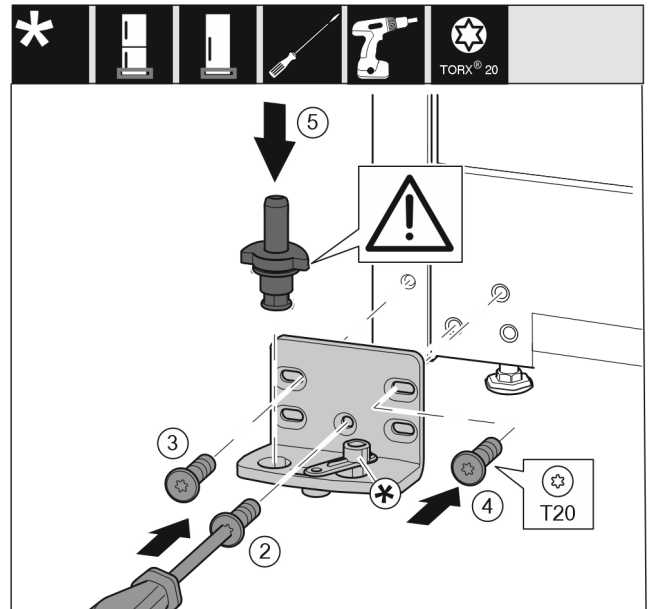

Fig. 16
- Lagerbock auf der anderen Seite ansetzen und mit Hilfe eines Schraubendrehers T20 anschrauben. Mit Schraube 2 unten in der Mitte beginnen. Fig. 16 (2)
- Schraube 3 und 4 festschrauben. Fig. 16 (3,4)
- Lagerbolzen komplett einsetzen. Dabei darauf achten, dass der Rastnocken nach hinten zeigt. Fig. 16 (5)